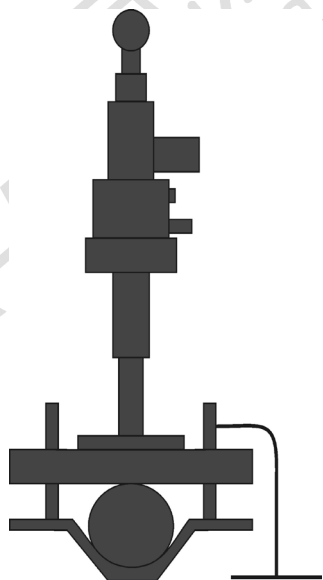

图 1
- 3) 最好用手摸出电缆的各相位置，然后选择枪口对准电缆某相的正上方（最高点）夹紧（图 1）；